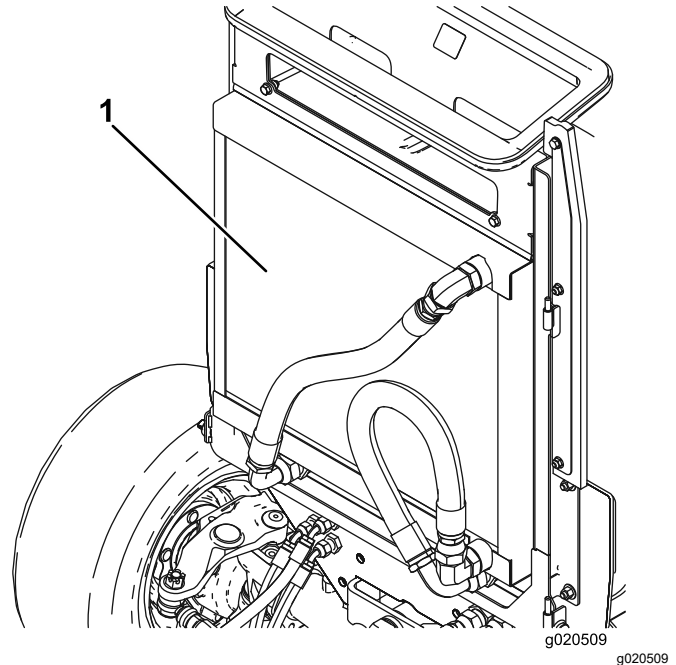

Figure 76
5. Nettoyez soigneusement les deux côtés du refroidisseur d'huile et du radiateur à l'air comprimé (Figure 76).